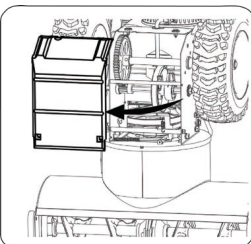

Рис. 2
2. Осторожно переверните снегоуборщик вверх так, чтобы он опирался на корпус шнека (Рис. 2).
2. Осторожно переверните снегоуборщик так, чтобы он опирался на корпус шнека. Снимите крышку рамы с нижней стороны снегоуборщика, открутив четыре самореза, которыми она крепится (Рис. 2).